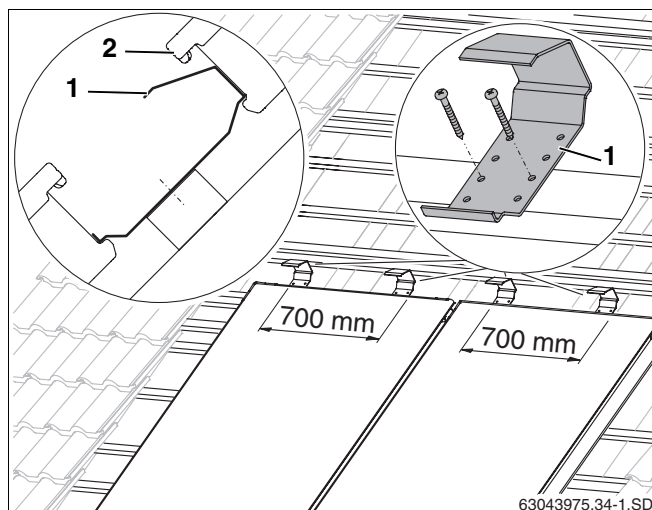

Fig. 30 Dispositifs anti-glissement pour la deuxième rangée de capteurs
- Poser deux dispositifs anti-glissement (fig. 30, **pos. 1**) par capteur de manière bien centrée (avec un écartement de 700 mm) au-dessus du capteur inférieur sur la quatrième latte supplémentaire de la rangée inférieure et fixer à l'aide de deux vis 4 × 40.
- Glisser le capteur de la rangée supérieure (fig. 30, **pos. 2**) contre les dispositifs anti-glissement et positionner par rapport à la rangée du dessous.